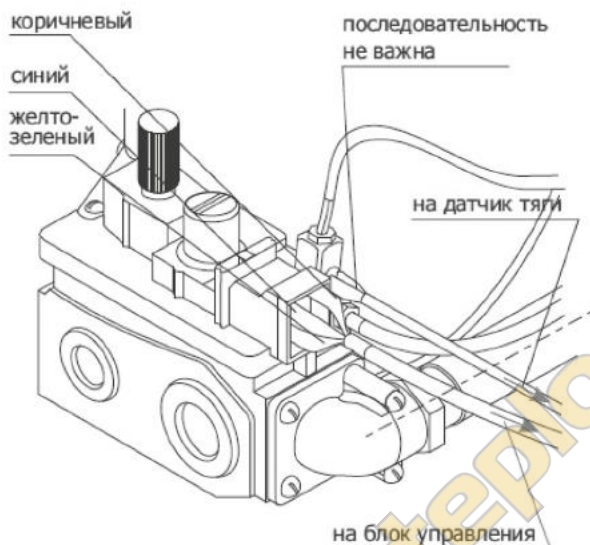

Рис. 6 Подключение газовой автоматики
5. подключить автоматику АГГ к пульту согласно Рис. 6;